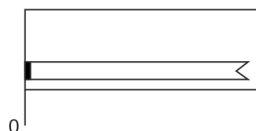

Рис.5
- а) между боками (5) и (6) крепим с помощью евровинтов (11ф) заднюю часть ящика (8) и фальш-панель ящика (9);
- б) проверить перпендикулярность ящика и с помощью гвоздей (3ф) крепим дно ящика (10);
- в) крепим узкую часть (6фА) направляющих с помощью еврошурупов (7ф) к бокам ящика (5) и (6) в отверстия на них. Обратите внимание, что направляющие крепятся упором вперед (см. Рис.5).